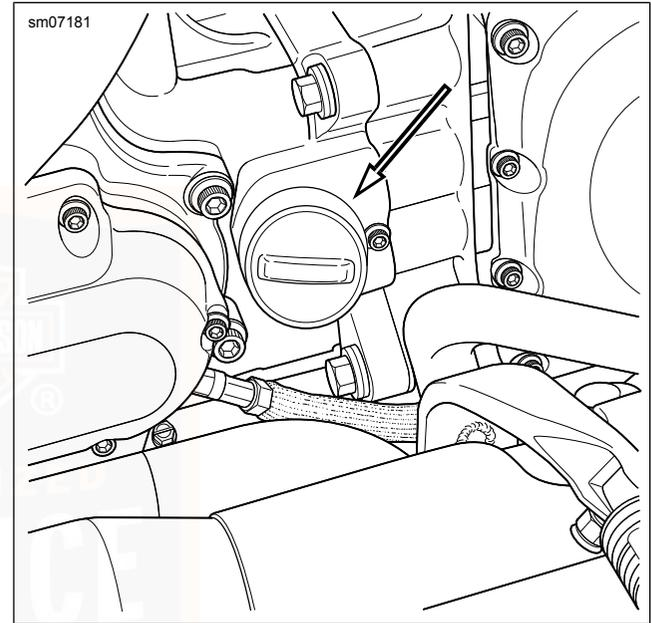

Abbildung 39. Einfüllverschlussstopfen/Ölmesstab
2. Siehe Abbildung 39. Einfüllverschlussstopfen/Ölmesstab entfernen. Den Ölmesstab abwischen. Den Ölmesstab einschieben und an der Einfüllöffnung anziehen.
3. Siehe Abbildung 39. Einfüllverschlussstopfen/Ölmesstab entfernen. Den Ölmesstab abwischen. Den Ölmesstab einschieben und an der Einfüllöffnung anziehen.